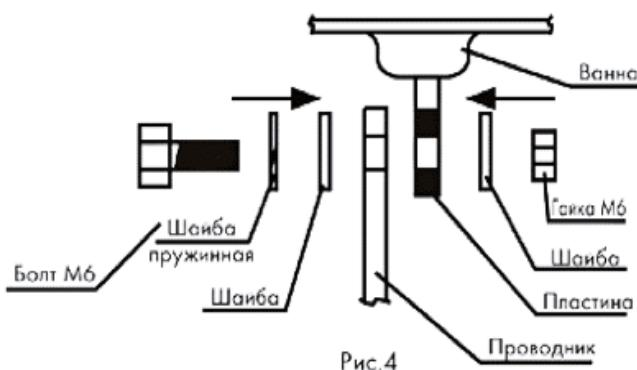

Рис.4
3. Присоединить проводник к пластине или приливу на ванне, используя болт М6, шайбы, шайбу пружинную и гайку М6(см. рис.4) входящие в комплект ванны.